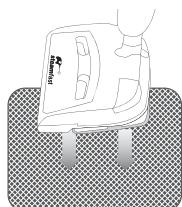

Figure 1
2. Mettez l'appareil sous tension en appuyant sur la vapeur touche d'alimentation, située à l'avant de la partie principale (A). Le vapeur voyant d'alimentation s'allume et devient rouge quand l'appareil est allumé (B).
3. Placez le coussin d'appui sur le plancher, son côté texturé tourné vers le haut. Posez la tête du balai-aspirateur à vapeur sur le dessus du coussin d'appui afin de protéger la surface du plancher de l'excès de chaleur et d'humidité (Figure 1).